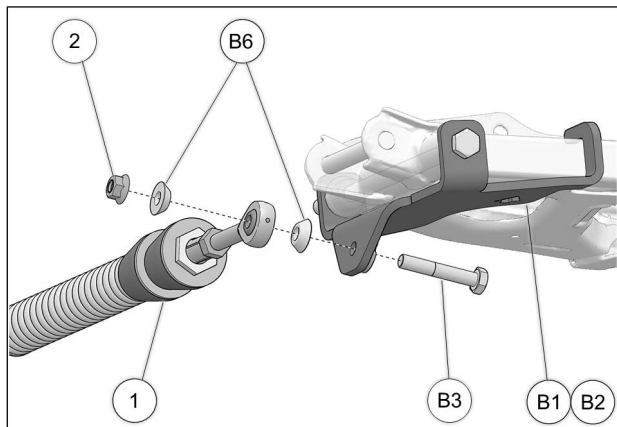

Fig. 9
9. Fixer le bras stabilisateur (1) à l'ancrage de suspension (B1-B2) en utilisant le boulon M10x60mm (B3), les coussinets coniques (B6), et l'écrou autobloquant (2). Serrer à un couple de 70 Nm [52 lb•pi]. Voir Fig. 9